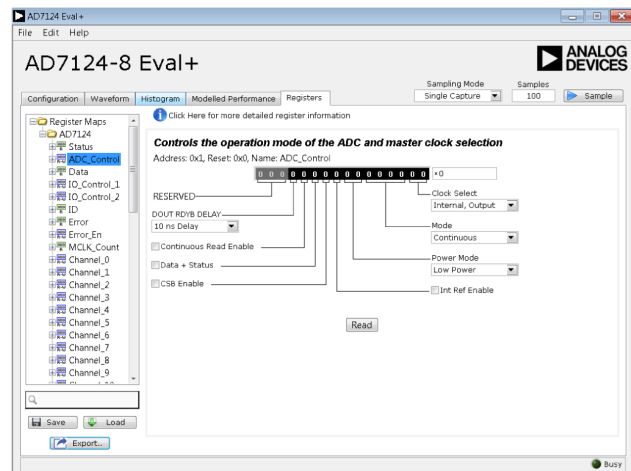

図 34. Registers タブ
10. AD7124-4/AD7124-8 をそれぞれの RTD 測定用に設定する前に、もう 1 つのステップが必要です (AD7124-4/AD7124-8 の内部フルスケール・キャリブレーションとゼロスケール・キャリブレーション)。このキャリブレーションは **Registers** タブで行うことができます (図 34 参照)。